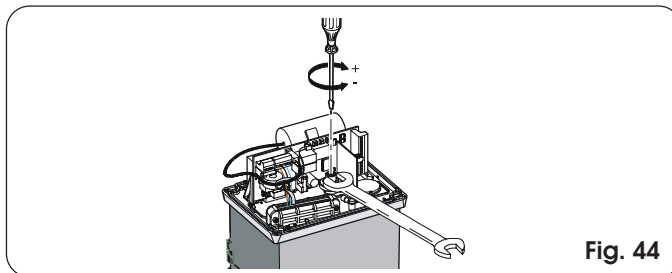

Fig. 44
- 2) Houd de motor as geblokkeerd met een engelse sleutel en draai aan de stelschroef van de koppeling met een inbussleutel of schroevendraaier zoals op fig. 44. Om het koppel te verhogen, draait u de schroef met de klok mee. Om het koppel te verminderen, draait u de schroef tegen de klok in.